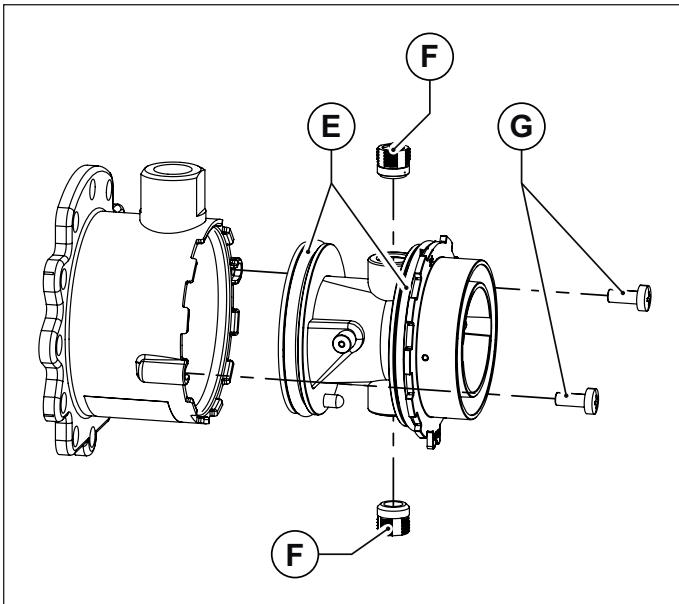
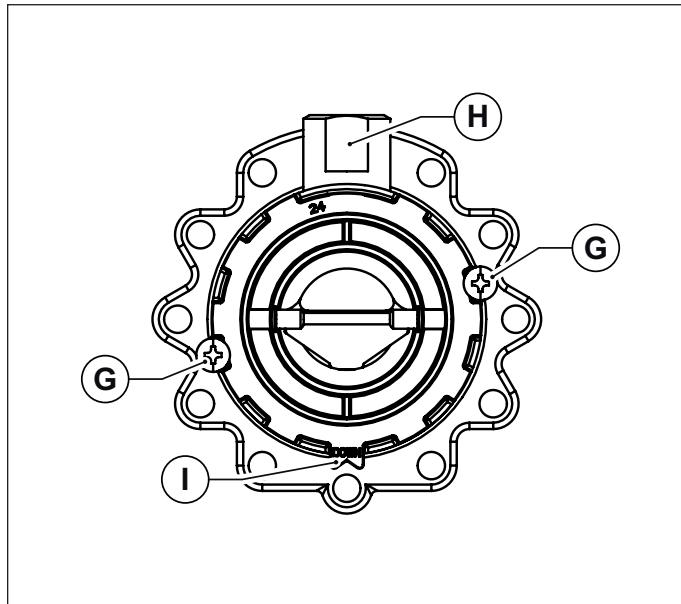

Fig. 43 Corpul din plastic al amestecătorului
Fig. 44 Orientare pentru montaj
- Desfaceți corpul din plastic al amestecătorului, deșurubând cele două șuruburi de fixare (vezi Fig. 43 Corpul din plastic al amestecătorului).
- Desfaceți cele două duze ale amestecătorului utilizând o cheie cu imbus de 6 mm (vezi Fig. 43 Corpul din plastic al amestecătorului).
- Montați din nou corpul din plastic (Venturi) introducându-l în amestecător și înșurubând șuruburile de fixare, având grija să nu deteriorați garniturile inelare montate la extremitățile corpului din plastic (vezi Fig. 43 Corpul din plastic al amestecătorului) și să respectați orientarea montajului (vezi Fig. 44 Orientare pentru montaj).
- Montați amestecătorul reasamblat la ventilator cu șuruburile cu imbus, având grija să reposiționați între amestecător și ventilator, garnitura inelară de etanșare (vezi Fig. 43 Corpul din plastic al amestecătorului).
- Montați amestecătorul reasamblat la ventilator cu șuruburile cu imbus, având grija să repoziționați între amestecător și ventilator, garnitura inelară de etanșare (vezi Fig. 43 Corpul din plastic al amestecătorului).